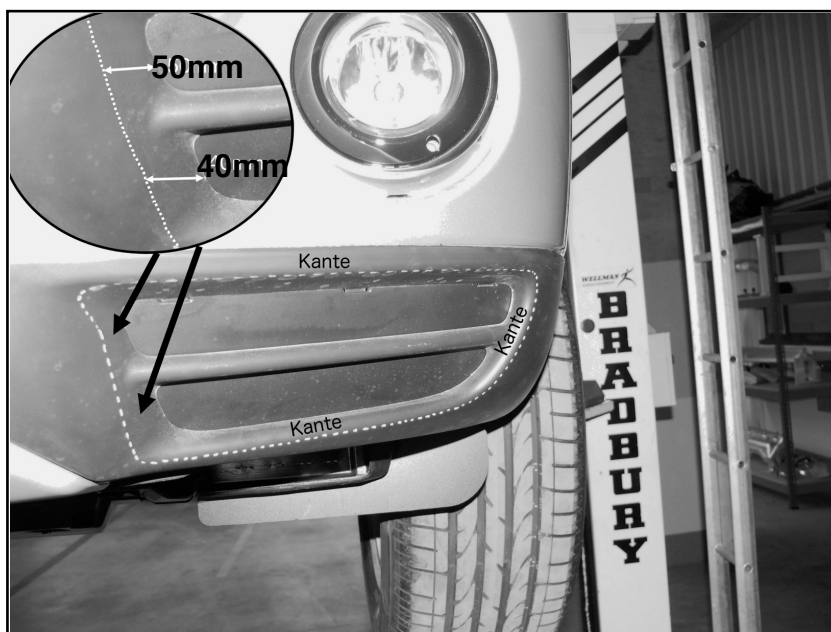

Bild4
- Markieren Sie den Ausschnitt, wie in Bild 4 gezeigt, an der Kante am Stossfänger entlang.
- Ausschnitt entlang der Markierung mit einem geeigneten „Schneidewerkzeug“ (Stichsäge/Dremel oder Schwingsäge) vornehmen. (Bild4)